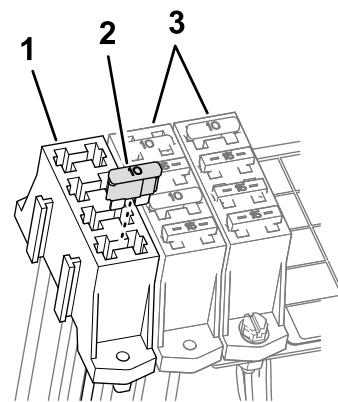

図 20
2. 探し出したソケット補助ヒューズブロックにヒューズを取り付ける図 20。